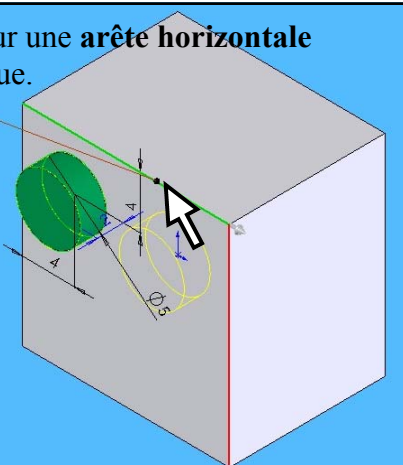

Fig 1
3. Pour la première répétition (verticale) cliquer sur une **arête horizontale** de la brique.(fig 1)